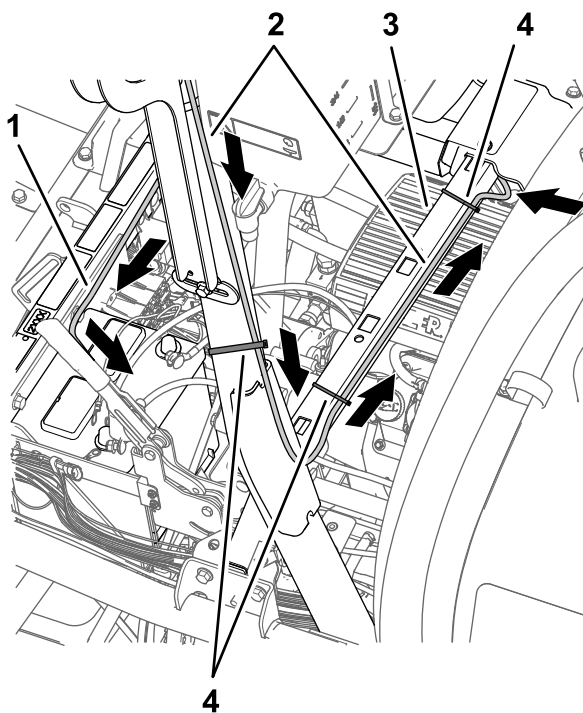
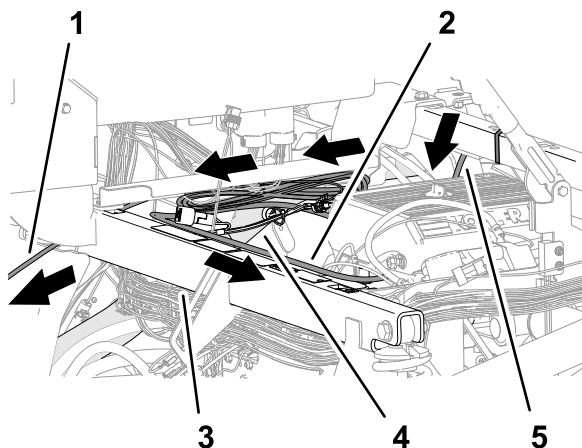

Рисунок 201
Рисунок 203
- Проложите жгут проводов передачи данных и жгут проводов аккумуляторной батареи вниз по задней части левой вертикальной защитной дуги к поперечине опоры сиденья (Рисунок 201).
2. Прикрепите ответвление жгута проводов передачи данных для навигационного приемника длиной 390 см к защитной дуге, как показано на Рисунок 201.
5. Проложите жгут проводов передачи данных и жгут проводов аккумуляторной батареи через поперечину опоры сиденья и прикрепите ответвление жгута проводов передачи данных длиной 390 см к поперечине с помощью двух кабельных стяжек (Рисунок 201 и Рисунок 203).
6. Ответвление жгута проводов аккумуляторной батареи вдоль правой верхней трубы рамы (Рисунок 203) длиной 220 см.
7. Ответвление жгута проводов аккумуляторной батареи длиной 220 см через опорную трубу амортизатора по направлению к аккумуляторной батарее (Рисунок 203).
8. Проложите ответвление жгута проводов передачи данных (жгута проводов с 26-гнездовым разъемом) длиной 220 см под пультом управления и в направлении приборной панели (Рисунок 203).